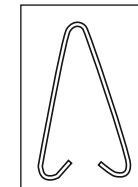
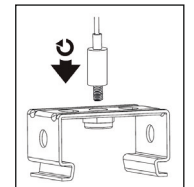

Рис. 5
Рис. 6
- Для установки осветительного прибора на подвесы используйте скобы для подвесного монтажа (2 шт. – рис. 5, входят в комплект поставки) или тросовую систему подвеса (рис. 6, в комплект поставки не входит и приобретается отдельно).